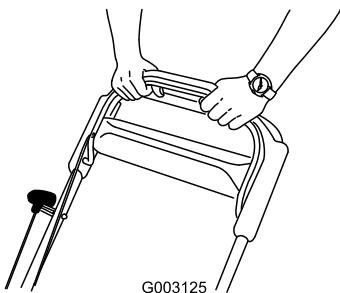

Figura 19
3. Sujete la barra de control de las cuchillas contra el manillar (Figura 19).